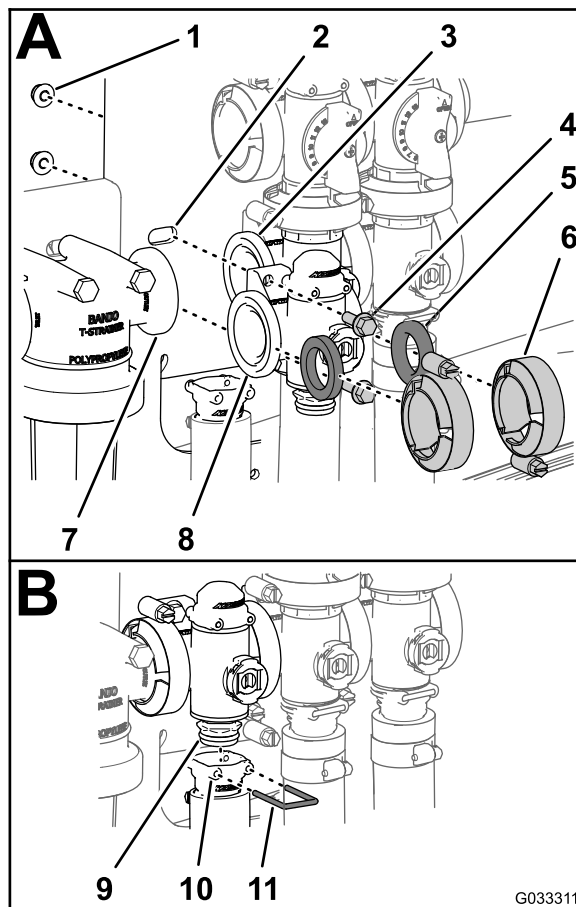

図 75
1. 散布量制御バルブマニホールドのフランジと圧力フィルタヘッドとの間に、ガスケットを入れる 図 75; A。
2. 散布量制御バルブマニホールド、ガスケット、圧力フィルタヘッドを組み立てて、クランプを手締める 図 75; A。
3. 散布量制御バルブマニホールドのフランジと攪拌バルブのマニホールドとの間に、ガスケットを入れる 図 75; A。
4. 散布量制御バルブマニホールド、ガスケット、攪拌バルブマニホールドを組み立てて、クランプを手締める 図 75; A。
5. 散布量制御バルブをバルブマウントに組み付ける 図 75; A; フランジヘッドボルト2本、フランジロックナット2個を使用するが、これらはステップ3 散布量制御マニホールドバルブの取り外し (ページ 60) で取り外したものを利用する、ボルトとナットを  $1,017-1,243 \text{ N}\cdot\text{cm}$   $1.0-1.2 \text{ kg}/\text{cm}^2 = 90-110 \text{ in}\cdot\text{lb}$  にトルク締めする。
6. 出口フィッティングを、マニホールドバルブの下側エンドキャップフィッティングに取り付ける 図 75; B。
7. エンドキャップフィッティングを出口フィッティングに取り付ける (出口フィッティングのソケットにリテーナを差し込んで固定する 図 75; A)。